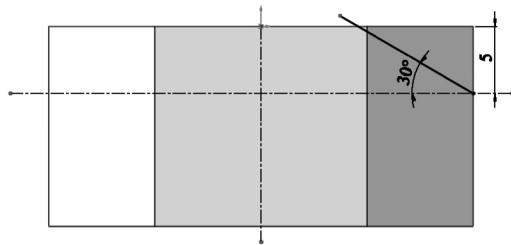

图 13-51 绘制草图
**02** 绘制倒角草图。单击“草图”控制面板中的“中心线”按钮和“直线”按钮，绘制图 13-51 所示的直线轮廓。